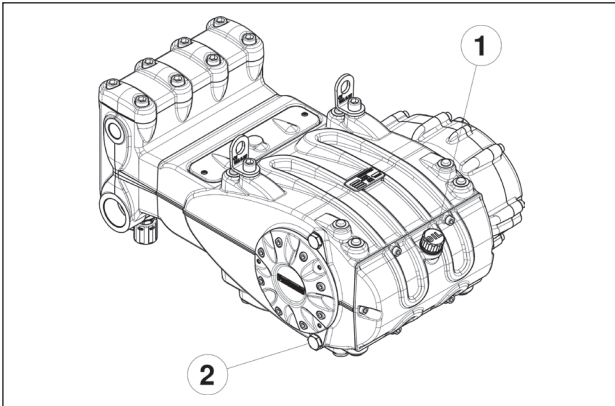

Abb. 1
Zum Ablassen des Öls den Öleinfüllverschluss Pos. ①, Abb. 1 und anschließend den Ölablassverschluss abnehmen, Pos. ②, Abb. 1.